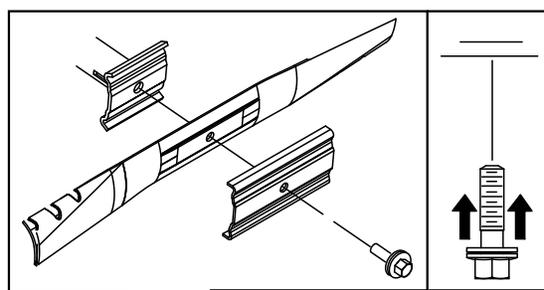

Figura 45
4. Togliete la lama e conservate la bulloneria di montaggio (Figura 45).
5. Montate la nuova lama usando la bulloneria di montaggio (Figura 45).
3. Usate un blocco di legno per tenere ferma la lama (Figura 45).